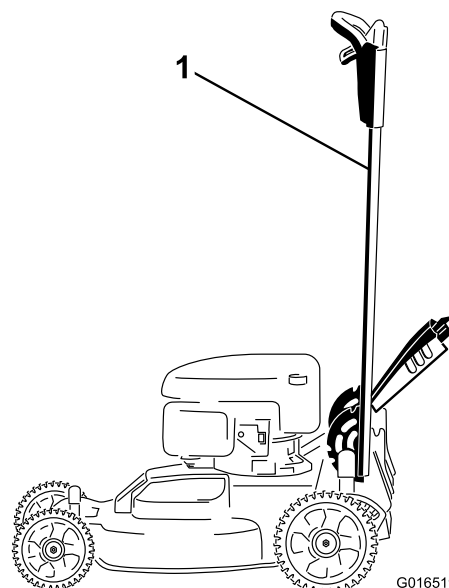

Figure 40
1. Bloquez le guidon en position verticale (Figure 40); voir Réglage de la hauteur du guidon (page 11).